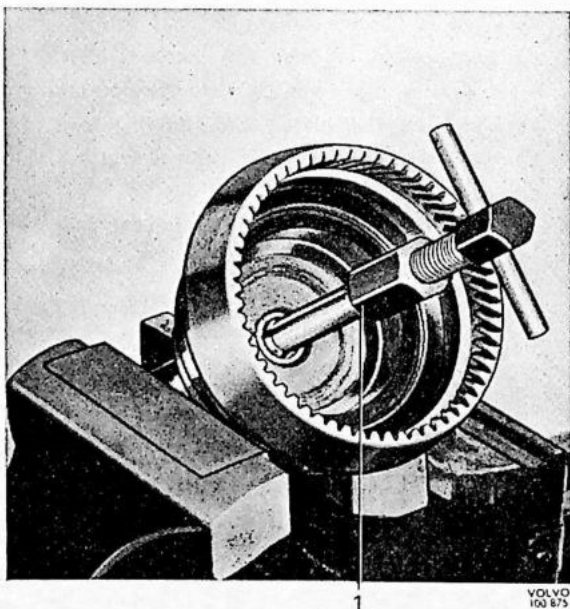

Fig. 4-61. Demontage van het naaldlager, uitgaande as
(35) die het freewheel in de uitgaande as op z'n plaats houden. Neem het freewheel eruit. Verwijder de drukring (32). Trek, indien nodig het naaldlager (31) uit de uitgaande as met SVO 2423, zie Fig. 4-61. Trek het kogellager met een hiervoor geschikte trekker van de uitgaande as af.